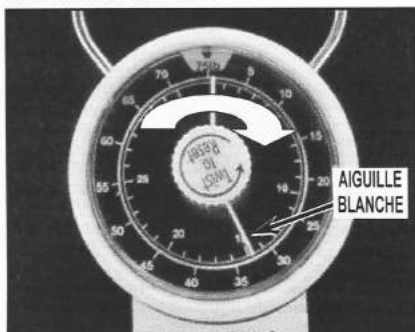

FIGURE 7
16. Régler l'aiguille blanche du traciomètre sur 33 lbs (14,97 kg) comme illustré en Figure 7.